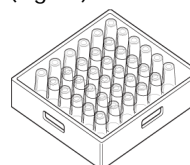

Fig.23
- Coloque los vasos y las copas en posición boca abajo. (Fig. 23)